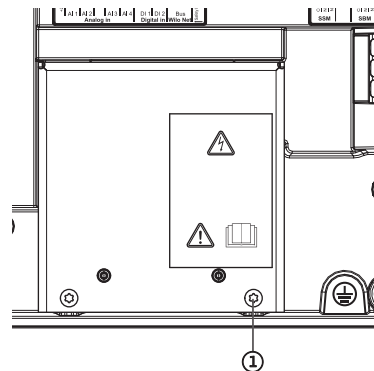

Fig. 114: Έλασμα προστασίας ΗΜΣ
4. Ξεσφίξτε τις βίδες του ελάσματος προστασίας ΗΜΣ (Fig. 114, θέση 1) και αφαιρέστε το έλασμα προστασίας.